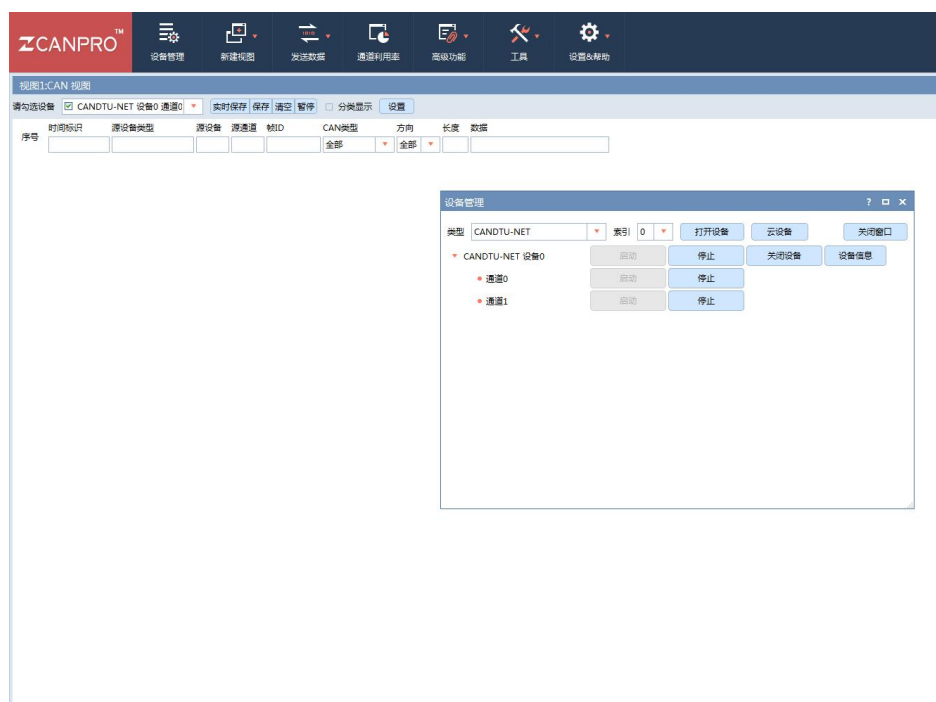

图 4.27 数据收发
4) 设备连接完成后如图 4.27 所示，数据显示区域即可显示收发的数据